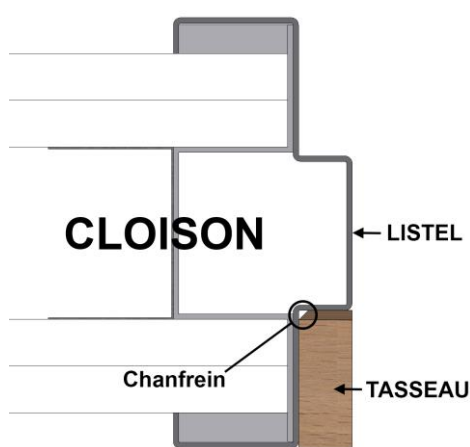

Figure 1
- **Tasseau dans feuillure/contre feuillure** : Retirer le film adhésif du double-face et positionner le tasseau d'habillage de manière à avoir le chanfrein en fond de feuillure (voir figure 1 à la page 9).
- **Tasseau dans feuillure/contre feuillure :** Retirer le film adhésif du double face et insérer le tasseau d'habillage entre les deux autres tasseaux déjà en place sur les montants, côté double face contre le listel de la traverse de l'huissérie existante (voir **figure 1** à la page 9).
*(voir Figures 1,2 & 3 à la page 9)